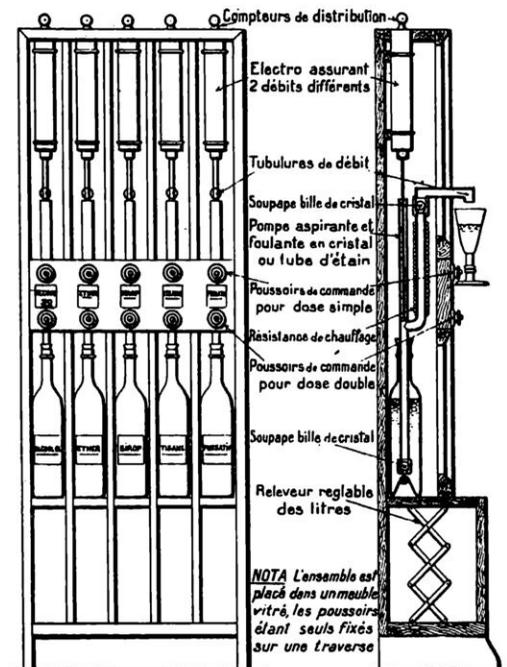

FIG. 2. — APPLICATION DE L'APPAREIL A LA DISTRIBUTION DES LAITS DANS LES MATERNITÉS ET AU DOSAGE EXACT DES POTIONS DANS LES HOPITAUX
*Pompes dosimétriques aspirantes et foulantes.* — La figure 2 montre l'application de l'appareil à la distribution des laits et au